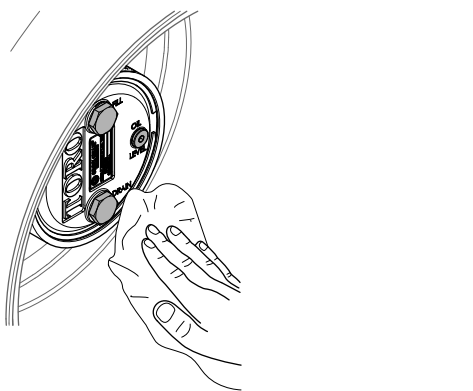

図 77
3. プラネタリハウジングとブレーキハウジングをきれいに拭く図 77。